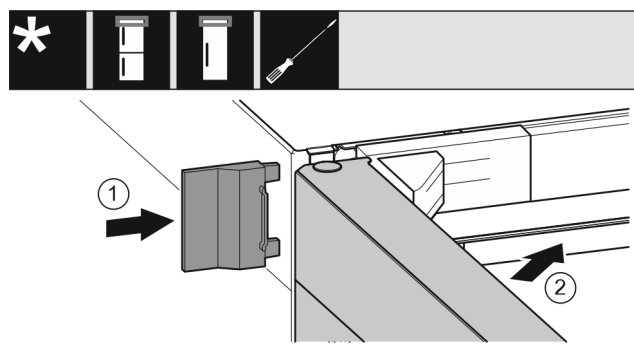

Fig. 26
- ▶ Tolja fel a külső fedelet Fig. 26 (1).
- ▶ Csukja be a felső ajtót Fig. 26 (2).